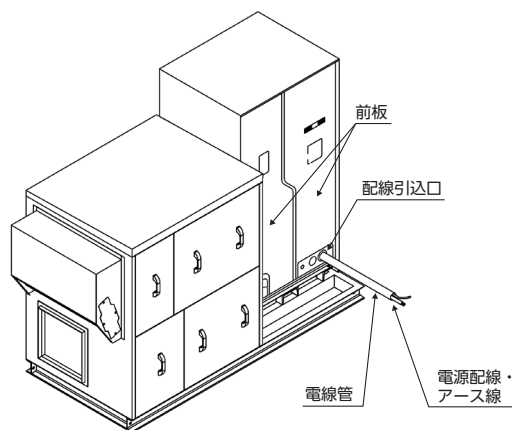

図8-1 電源配線の引込口
- ・電源配線とアース線は室外ユニットの前面の配線ノック穴の配線引込口から引き込んでください。（図8-1参照）